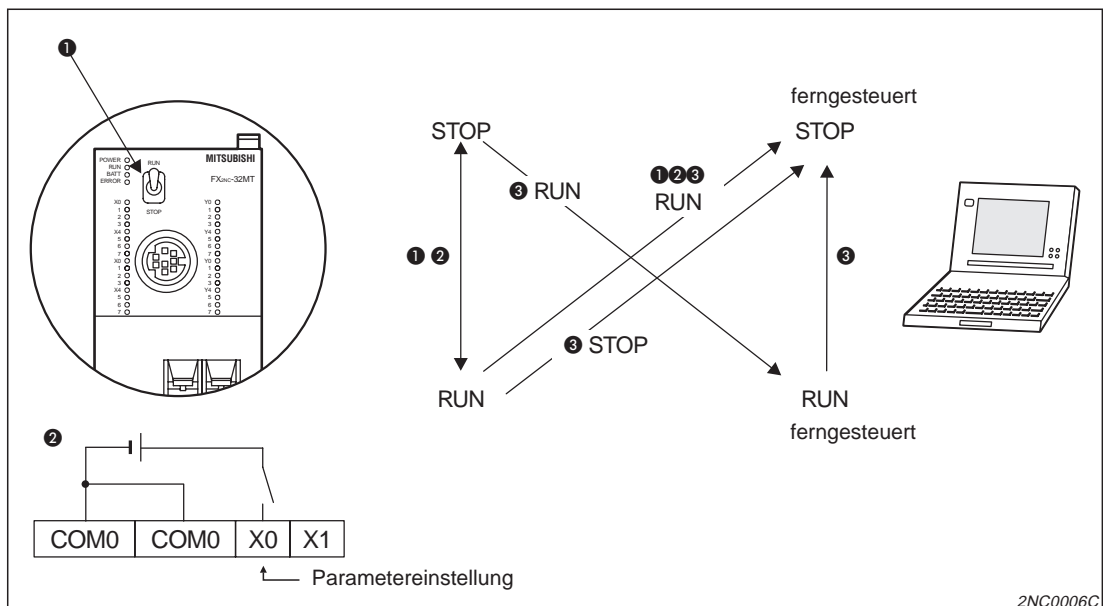

Abb. 2-2: RUN/STOP-Umschaltung
- Mit Hilfe des RUN/STOP-Schalters (1 in Abb. 2-2) des Grundgeräts, der sich neben dem Programmiergeräteanschluss befindet.
- Durch einen Eingang (X0 bis X17; X0 bis X7 bei FX2NC-16M□), der über die Systemparameter als RUN-Eingangsklemme (2 in Abb. 2-2) festgelegt wird.
- Extern über ein Programmiergerät (3 in Abb. 2-2)